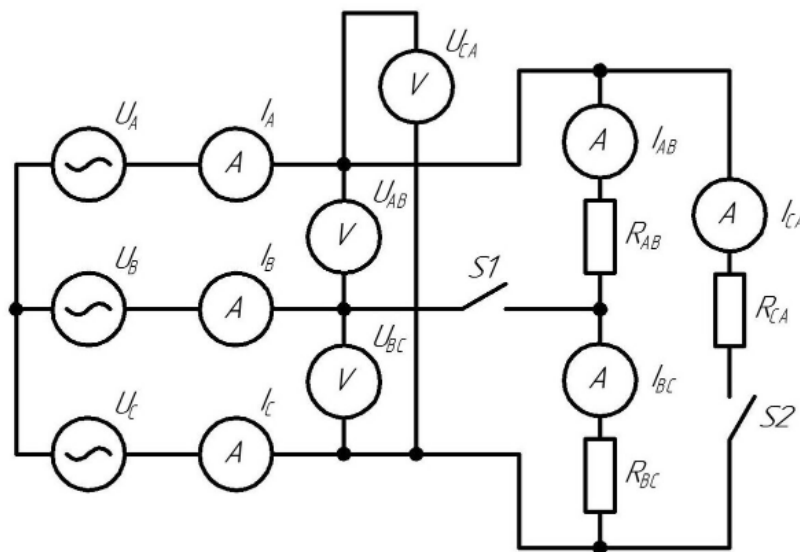

Рис. 6.1 Схема электрической цепи
1. Собрать в виртуальной лаборатории Circuit Simulator, с помощью изученных методов, схему трехфазной электрической цепи переменного тока согласно рис. 6.1.